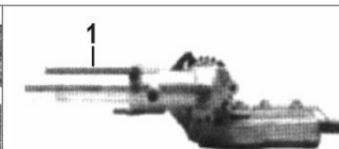

Fig.HT7
3. Tout en maintenant la serrure de verrou, pivotez la lame de coupe en utilisant le levier de réglage jusqu'à ce qu'il soit droit (aligner avec le tube externe, pivotement à 180°). (Fig.HT7).